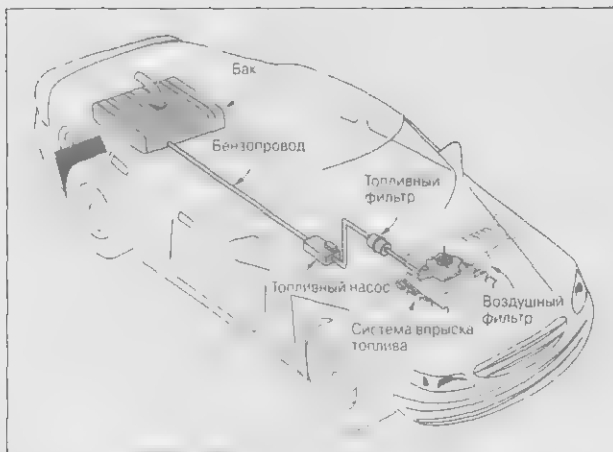

Рис. 4.2 Топливная система
3. Когда двигатель запущен, топливо (в данном случае - бензин) течет из бака расположенного сзади машины, по **топливopоvоду** к топливному насосу под капотом (рис. 4.2). В главе 6 "Топливная система - сердце и легкие автомобиля" детально рассматривается топливная система, а в главе 13 "Регулировка топливной системы" объясняется, как поддерживать ее в хорошем состоянии.